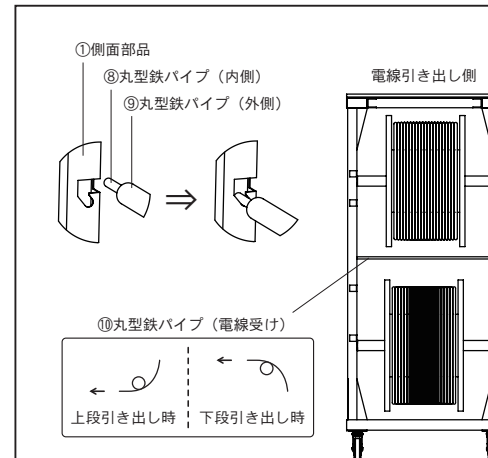

図2. 丸型鉄パイプ取り付け
2. 図2のように、⑧丸型鉄パイプ（内側）を①側面部品へ取り付け、電線引き出し側へ⑩丸型鉄パイプ（電線受け）を①側面部品へ取り付けます。